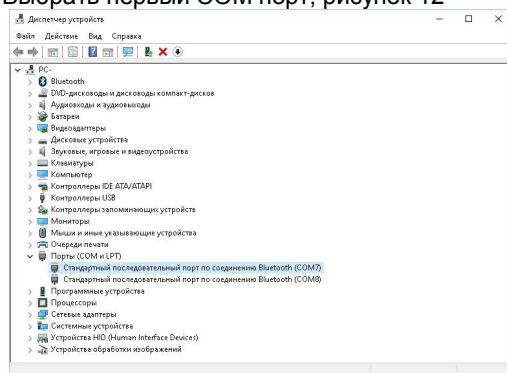
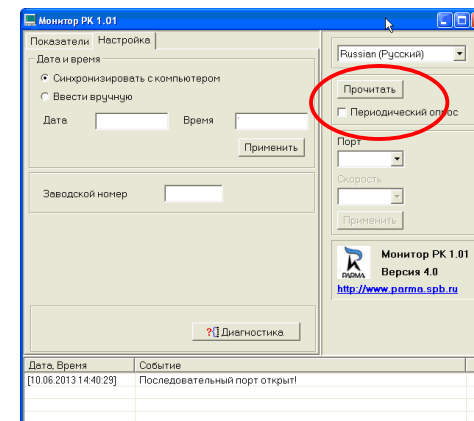

Рисунок 12
Рисунок 13
3.12 Выбрать первый COM порт, рисунок 12
4.2.1 Для идентификации регистратора необходимо в ПО «Монитор РК1.01» выбрать из ниспадающего списка (рисунок 13) номер COM порта, назначенный ОС вашего ПК (рисунок 12) и, нажать кнопку «Прочитать».